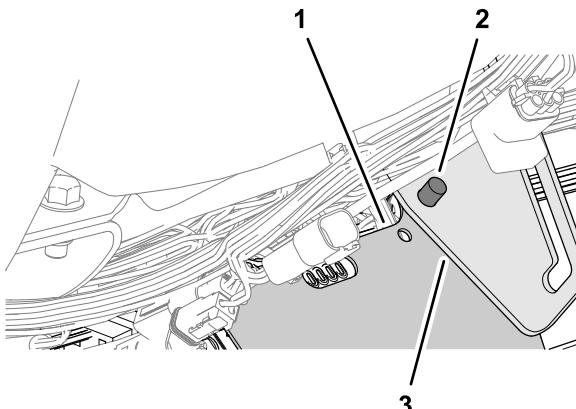

Figura 90
7. Introduzca la grapa superior del arnés de cables en los orificios del soporte del módem y del soporte de la varilla (Figura 90).